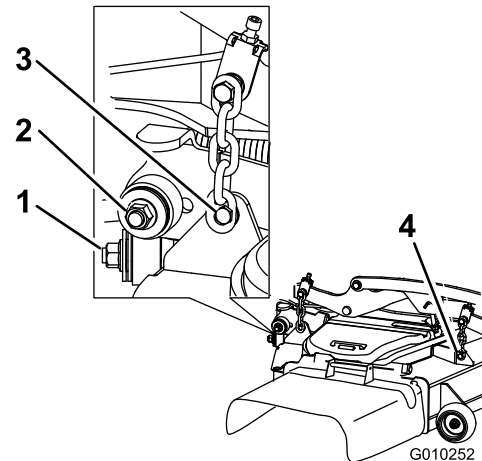

Figura 105
7. Retire y guarde los herrajes de ambos lados de la carcasa, según se muestra en Figura 105.